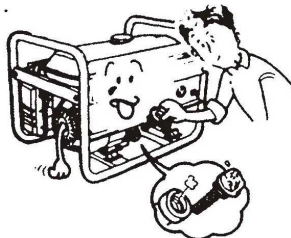

Figura 10
3.1.2 Inserte el aforador en la boca de llenado de aceite sin enroscarlo (Figura 10)